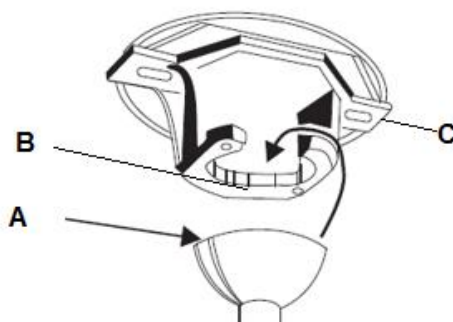

Fig. 4
Avvicinare il ventilatore alla staffa di supporto. Assicurarsi che la fessura (A) del giunto sferico sia posizionata sul perno (B) della staffa di supporto (C), in modo tale da evitare che il ventilatore ruoti quando è in funzione (Fig. 4).